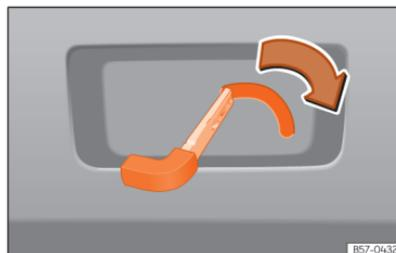

Fig. 61 Pormenor da bagageira: destrancagem de emergência.
- Introduza o palhetão da chave na ranhura e desloque a chave no sentido da seta até que a fechadura desbloqueie »» **Fig. 61**.